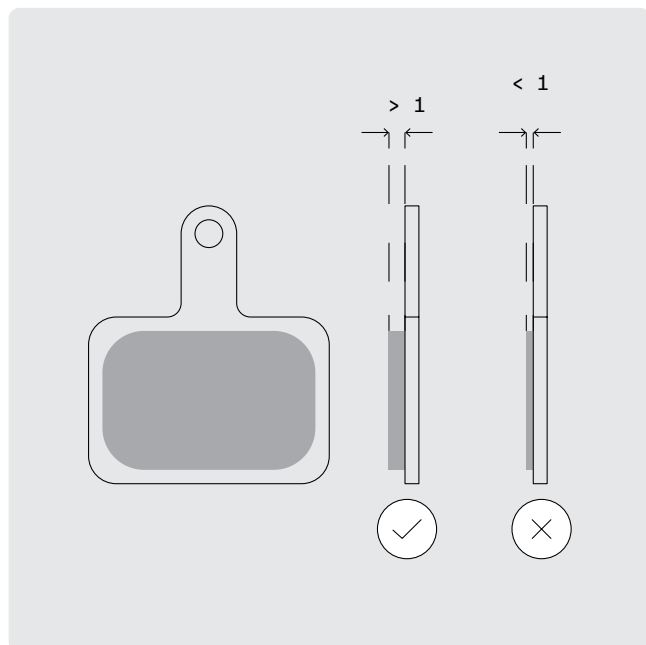

FIG. 40
- Sostituire le pastiglie dei freni se hanno uno spessore inferiore a 1 mm (fig. 40). Le pastiglie dei freni non devono mai essere abbassate a tal punto che la piastra di assistenza delle pastiglie sfregi contro il disco di frenatura.